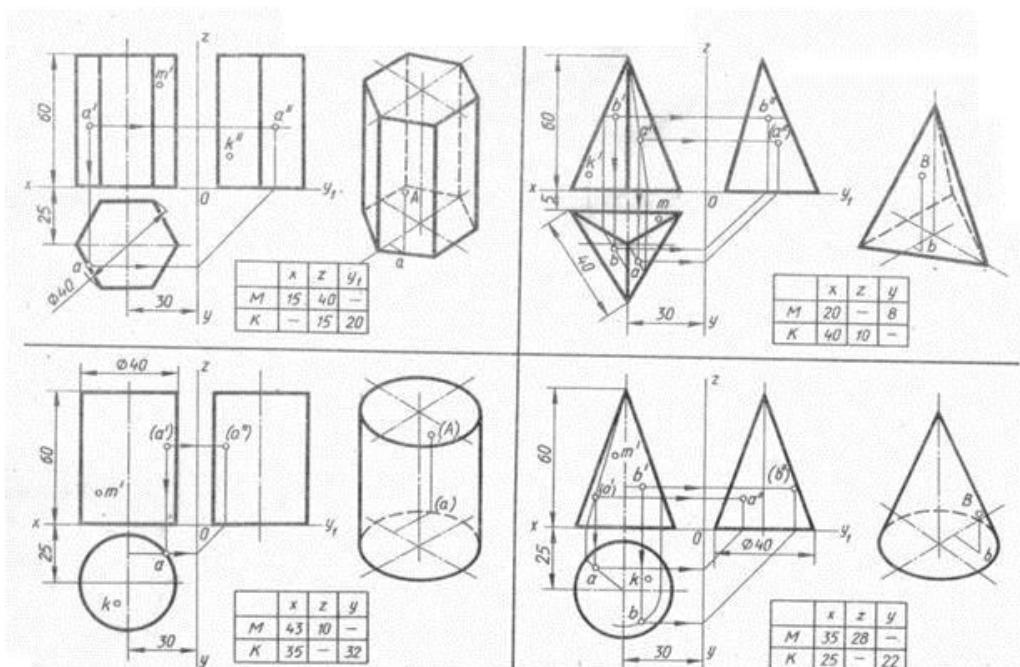

Рисунок 10.12 – Задания для самостоятельной работы
2.2 Задания для самостоятельной работы (см. рисунок 10.12).